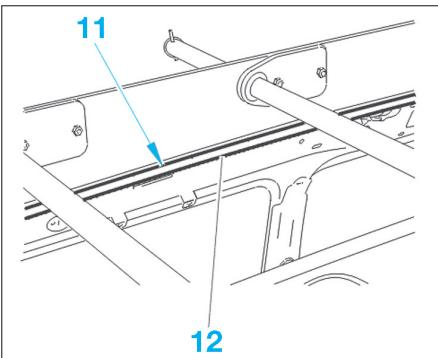

FIG. 116
Veiller à ce que le profil de protection (11) vienne bien se positionner sur le bord du joint enjoliveur (12) sans chevaucher sur celui-ci (Fig.116).